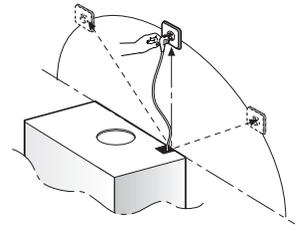

Fig.1A
- Indien uw product wordt geleverd met een verbindingsslens dient u, de montage uitvoeren die wordt aangegeven in Afb. 1A. Pak de verbindingsslens **B** en monteer hem aan de bovenzijde van de afzuigkap van de kap met de 2 schroeven **E** (afb. 1A).